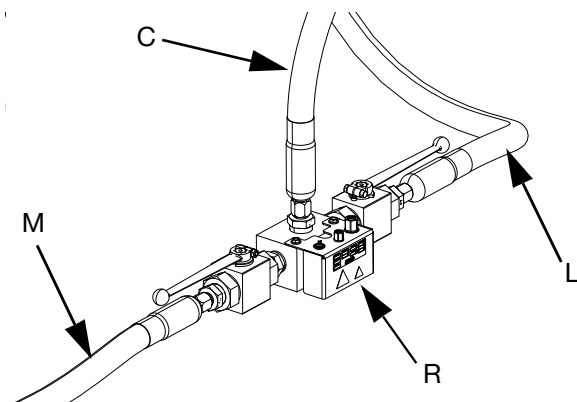

図 23
- c. タンデムホース 1 (L) とタンデムホース 2 (M) を、供給システムからタンデムブロック (R) に接続してください。図 23を参照ください。
- d. 供給ホース 1 (C) をタンデムブロック (R) に接続してください。図 23を参照ください。